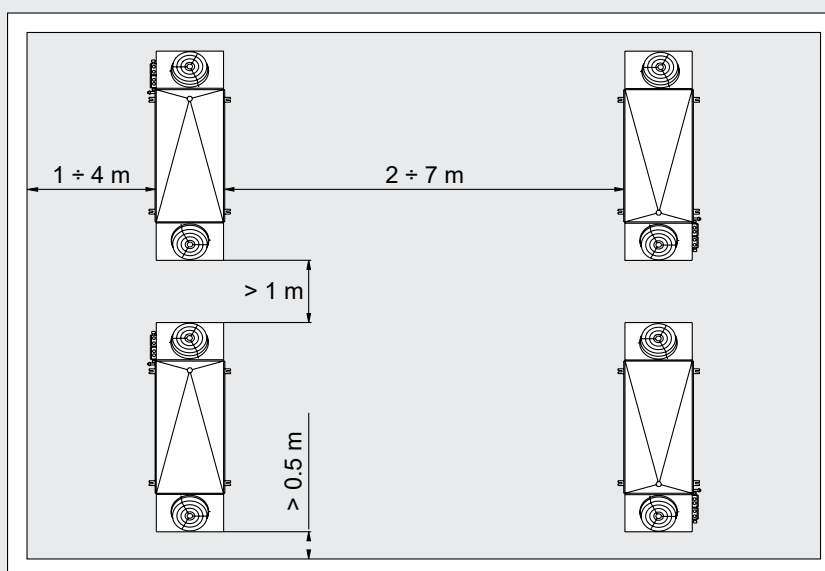

Figura 4
- 6.9 Assicurare un volume libero adeguato (circa il 30% del volume interno della cella) per una corretta circolazione dell'aria in aspirazione e scarico. Rispettare la distanza minima per togliere e inserire le resistenze. Nel caso di installazione di più aerorefrattori nella medesima cella frigorifera o sala di climatizzazione rispettare le distanze riportate in "Figura 4".